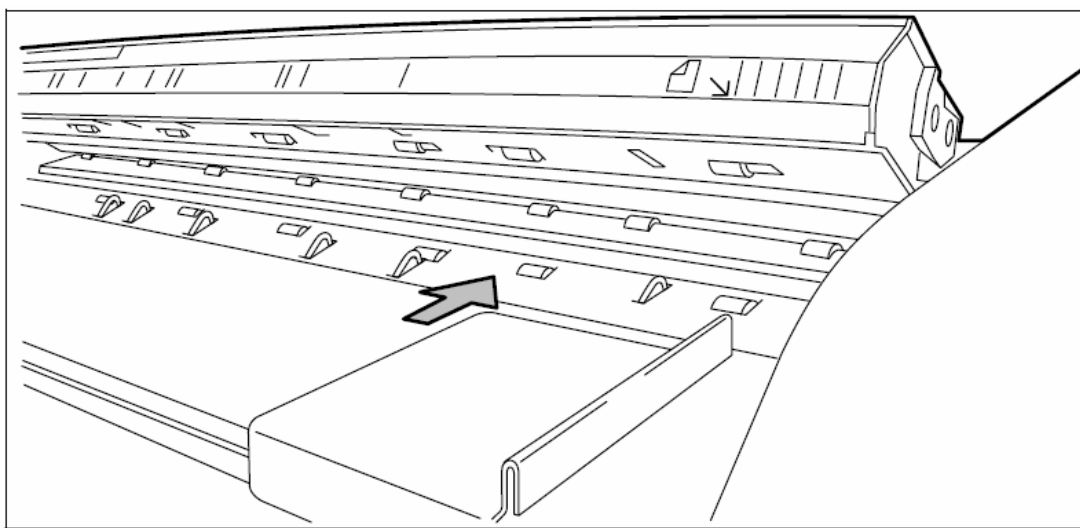

Рисунок 104: Предметное стекло и измерительный ролик
3. Чистку предметного стекла сканера выполняйте мягкой тканевой салфеткой, смоченной в воде (смотрите рисунок 104).
4. Чистку измерительного ролика белого цвета (reference roller) производите с помощью мягкой салфетки из ткани, смоченной небольшим количеством чистящей жидкости - Cleaner A (смотрите рисунок 104).